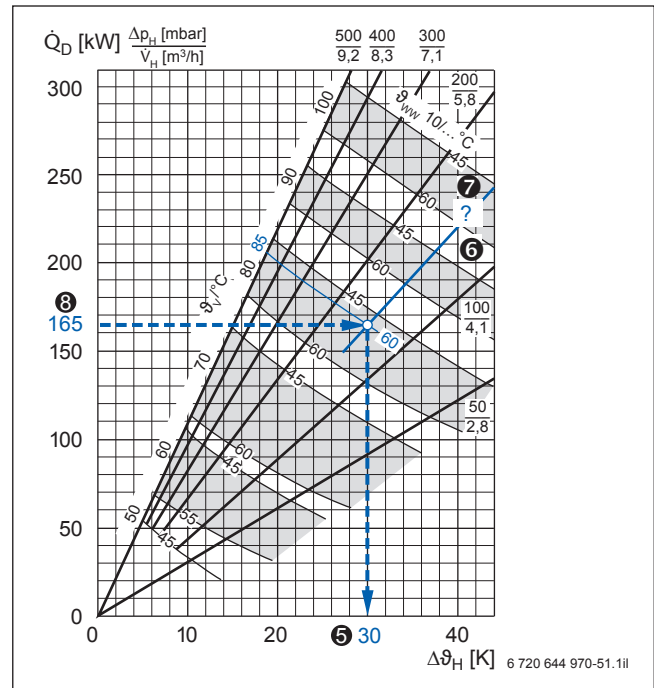

Bild 64 Warmwasser-Dauerleistung Logalux LTH750 und LTH950; Beispiel blau hervorgehoben (Vorlage → Bild 88, Seite 115)
Gemäß dem ermittelten Speichereinheit ❸ wird der Warmwasserspeicher Logalux L2TH1900 ❹ ausgewählt. Dieser Doppelspeicher besteht aus 2 Warmwasserspeichern Logalux LTH950. Für die geforderte Vorlauftemperatur von 85 °C ist somit in das Dauerleistungsdiagramm des Warmwasserspeichers Logalux LTH950 eine Hilfslinie für eine Warmwasser-Austrittstemperatur von 60 °C einzutragen. Diese Hilfslinie ergibt sich als gemittelte Linie zwischen der Kurve  $\vartheta_{WW} = 10/60^\circ\text{C}$  des Feldes  $\vartheta_V = 80^\circ\text{C}$  und der Kurve  $\vartheta_{WW} = 10/60^\circ\text{C}$  des Feldes  $\vartheta_V = 90^\circ\text{C}$  (Beispiel → Bild 64). Die heizwasserseitige Temperaturdifferenz ❺ bei einer Warmwasser-Dauerleistung von  $\dot{Q}_D = 165$  kW ❸ (pro Speicher) ist ablesbar. Der Volumenstrom ❻ und der heizwasserseitige Druckverlust ❼ sind nicht exakt aus dem Dauerleistungsdiagramm zu bestimmen.